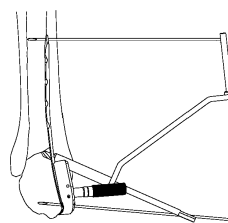

図7-1
3.5-2.5 ラグスcrew法ドリルガイドの3.5ドリルガイド側をプレートにあてがい、3.5ドリルにてドリル先端が骨折線にかかる位置までドリリングします。(図7-1)